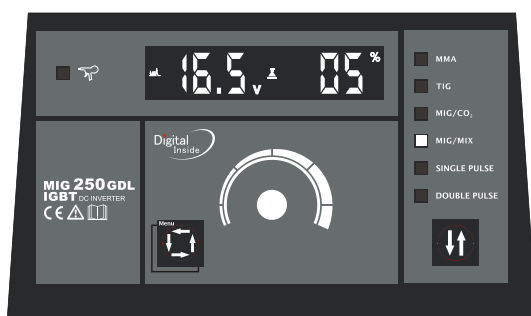

Рис.6 Тонкая регулировка свар. напряжения.
- г) Нажмите кнопку «выбор данных» один раз рис. 6 и Вы можете регулировать сварочное напряжение в диапазоне $\pm 20\%$ от заданного напряжения